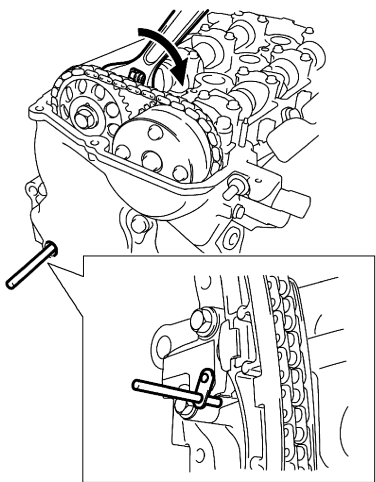
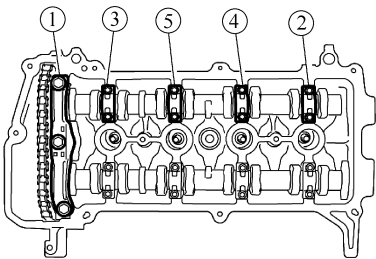
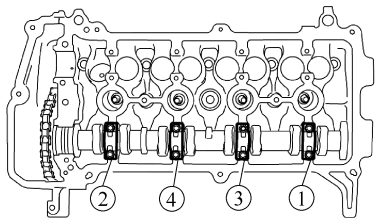

图 1-231 用钢条固定锁止板
图 1-232 拆卸下凸轮轴轴承盖
图 1-233 拆轴承盖螺栓
- ⑦ 用扳手顺时针转动 2 号凸轮轴, 将链条张紧器的柱塞推进去。
- ⑧ 从维修孔中拿掉旋具, 然后将锁止板上的孔对准维修孔, 将直径为 3mm (0.12in) 的钢条插入这两个孔以固定锁止板, 见图 1-231。
- ⑨ 用扳手固定 2 号凸轮轴的六角凸起部分, 拆下凸缘螺栓。
- ⑩ 按图 1-232 中所示顺序, 分步骤均匀松开并拆下 11 个轴承盖螺栓, 然后拆下 1 号和 2 号凸轮轴轴承盖。
- ⑪ 拆下凸缘螺栓, 然后拆下凸轮轴正时链轮。
- ⑫ 拆下 2 号凸轮轴。
- ⑬ 按图 1-233 中所示顺序, 分步骤均匀松开并拆下 8 个轴承盖螺栓, 然后拆下 2 号凸轮轴轴承盖。